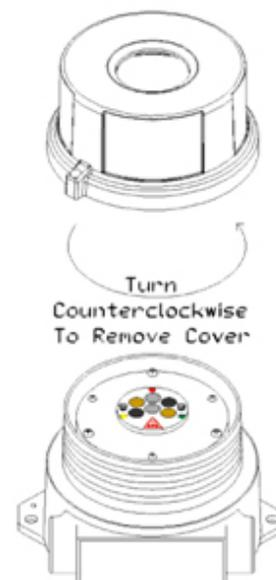

Figura 2-6
2. Gire em sentido anti-horário (CCW) para desparafusar a tampa do compartimento (*veja a Figura 2-6*).